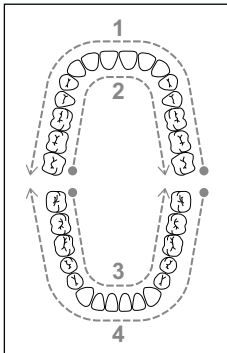

Fig. 10
- ◆ Per quanto riguarda la sequenza, ci si può orientare in base alla figura seguente (vedere fig. 10). I numeri della figura indicano la sequenza in cui pulire le zone della dentatura: